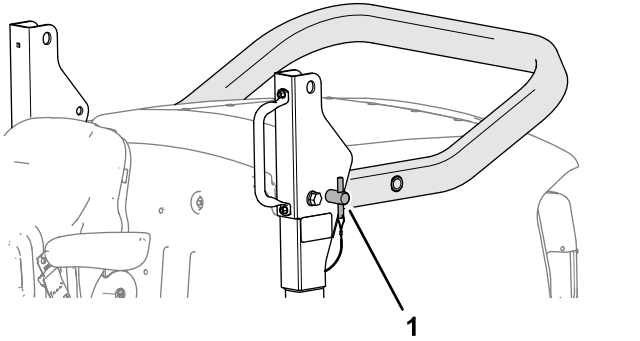

Figura 22
- Retire los pasadores de la barra antivuelco de los soportes de giro (Figura 22).